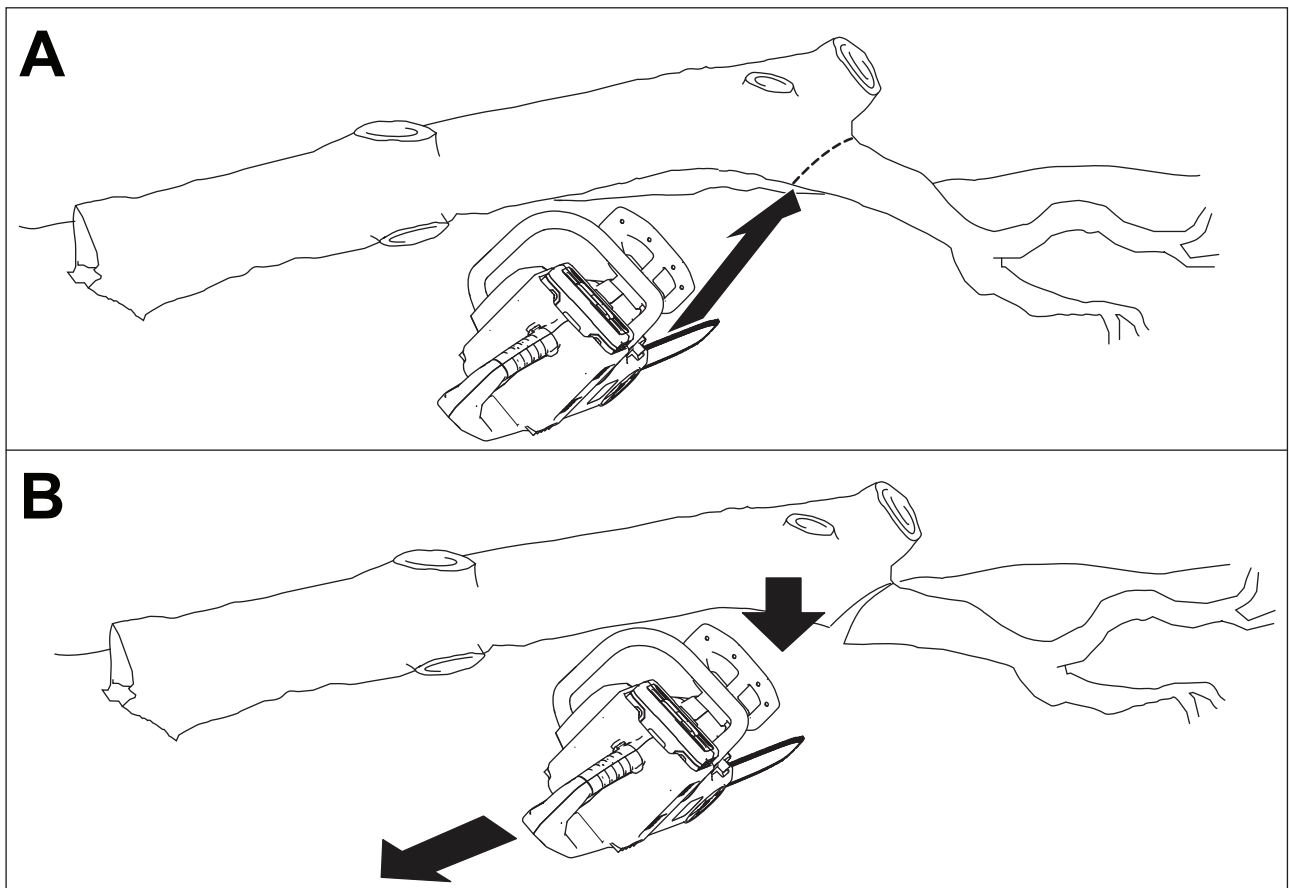

Figure 19
3. Coupez les grosses branches qui supportent le poids de l'arbre en procédant de bas en haut pour éviter que les branches pincient la lame (Figure 19).